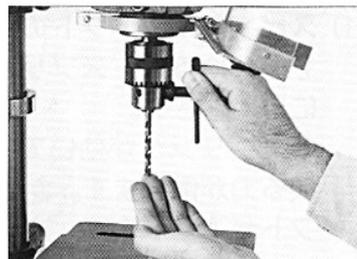

図14-1
- (1) ドリル刃を約1インチ(25.4mm)ほどチャック(口部)に差し込みます。小さなドリル刃使用時には口部がドリル刃の軸にさわるまで差し込まないでください。ドリル刃がチャックのまん中にあることを確認して、チャックの3カ所の穴をチャックハンドルでしっかり締めて下さい。図14-1